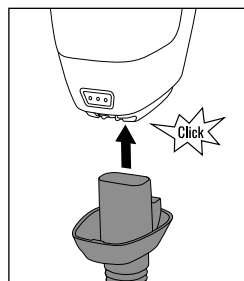

Fig. 8
- ◆ Encaixe o adaptador da mangueira de aspiração 24 na unidade do motor 8, até prender de forma audível (ver fig. 8).